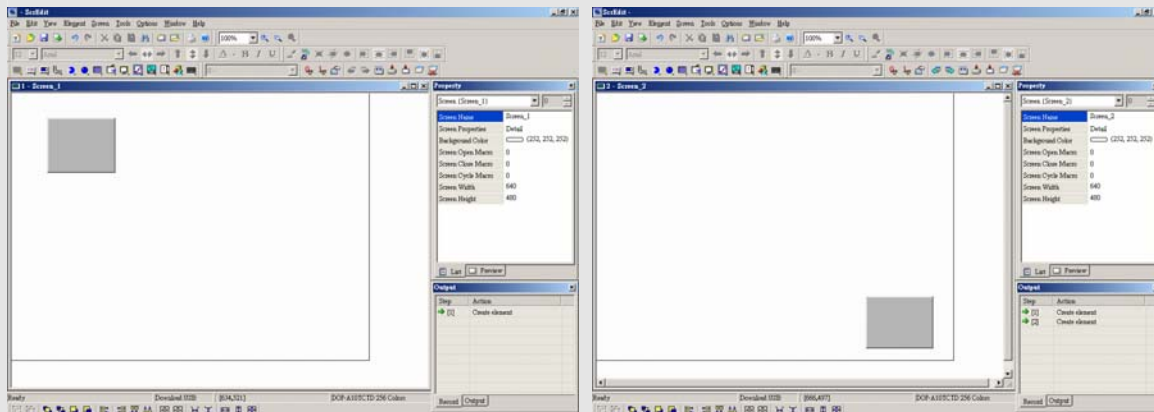

Рис. 2.8.4
3. Создайте объект button (кнопка) на обоих экранах и не изменяйте никакие свойства объектов Рис. 2.8.4.